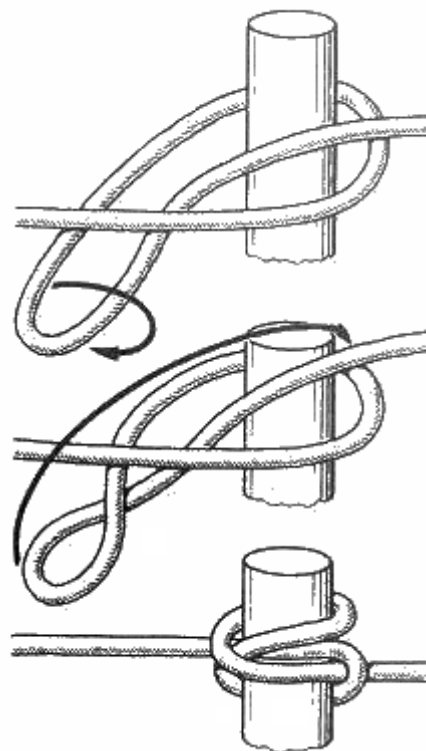

Рис. 64. Битенговый узел
**Битенговый узел** (рис. 64). Он также служит при швартовке небольших судов для зачаливания на битенг, пал или причальную тумбу. Ходовой конец фалиня или швартова обносят вокруг битенга, потом складывают его вдвое петлей и пропускают под коренной конец. Здесь петлю перекручивают один раз на 180 градусов и надевают сверху на битенг. Такой способ закрепления швартовного конца прост и вполне надежен.